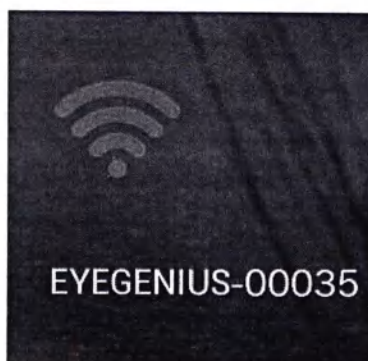

Рисунок 3-4: Главный экран NVD
- NVD: имя сети показано в приложении Main Screen вверху слева (см. рис. 3-4);